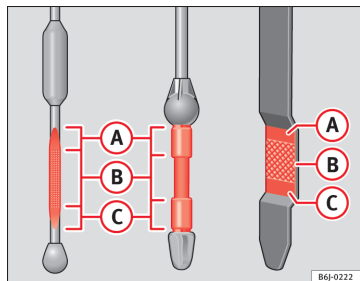

Fig. 108 Jauge d'huile moteur
- Puis retirez-la à nouveau et vérifiez le niveau d'huile ⇒ fig. 108. Faites l'appoint d'huile moteur si nécessaire.